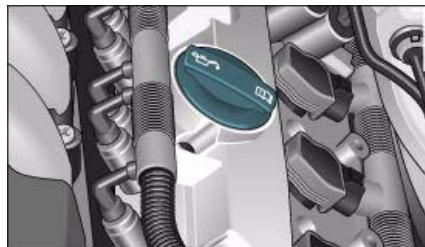

Fig. 211 Comparti-
- Desenrosque el tapón  de la boca de llenado de aceite del motor ⇒ fig. 211.